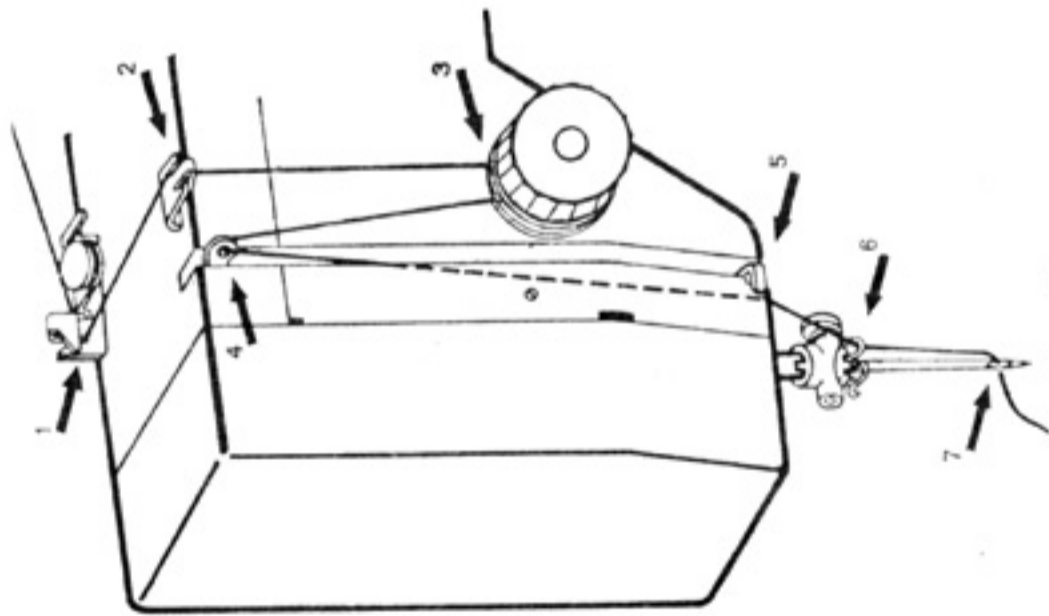

Рис. 15
14. Заправка верхней нити (рис. 15)
Заправку производить соответственно нумерации на рис. 15.